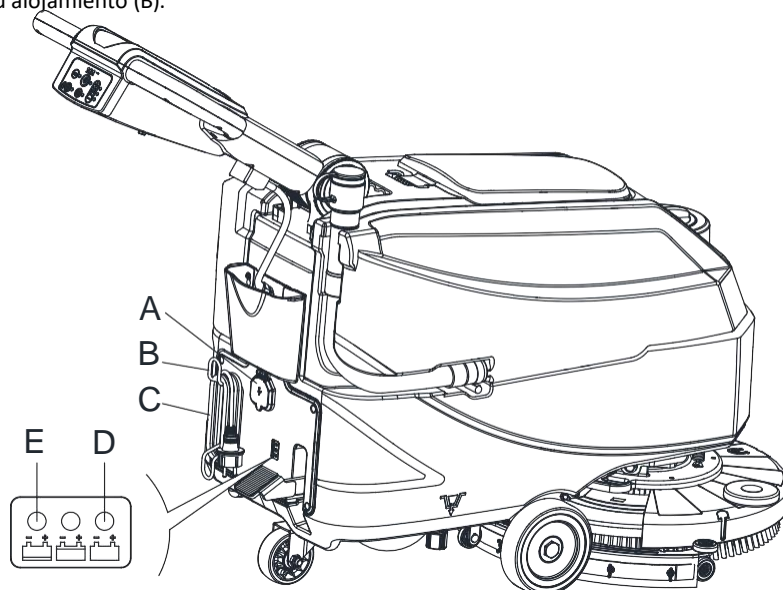

Figura 13
1. Conecte el cable del cargador de la batería (C, Figura 13) en la red eléctrica (A), la frecuencia y la tensión eléctrica deben ser compatibles con los valores del cargador de baterías de la placa que indica el número de serie de la máquina (41, Figura 2). Cuando el cargador de baterías está conectado a la red eléctrica, todas las funciones de la máquina se paran automáticamente. Si la luz de advertencia roja (E) en el panel de control del cargador de baterías sigue encendida, el cargador de baterías está cargando las baterías.
2. Si la luz verde de advertencia (D) se enciende, significa que se ha completado la carga de la batería.
3. Una vez realizada la carga completa de la batería, desconecte el cable del cargador de la batería (C) de la red eléctrica (A) y enróllelo alrededor de su alojamiento (B).